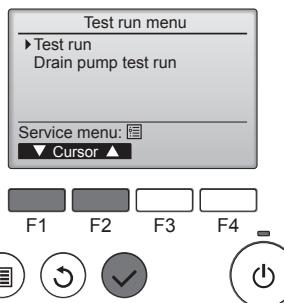

Fig. 6-4
④ Välj "Test run" (Testkörning) med [F1] eller [F2] och tryck sedan på ⑤. (Fig. 6-4)